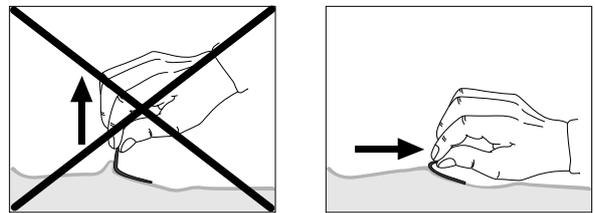

Bild 5-6. Abziehen der Defibrillations-Klebelektroden
- Schalten Sie das Gerät aus, sobald die Therapie beendet ist (Taste ① ca. 3 Sekunden lang drücken).
- Ziehen Sie die Elektroden vorsichtig von der Haut des Patienten ab (Bild 5-6).